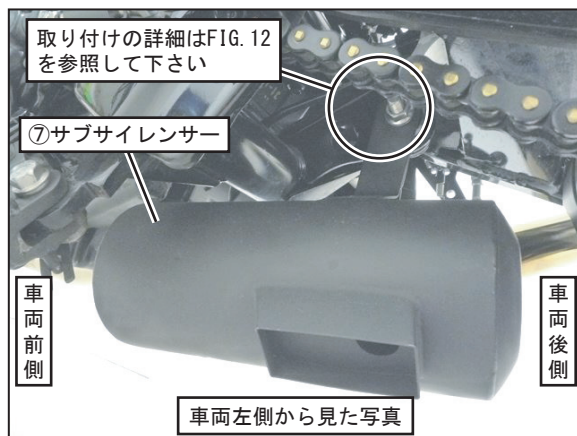

FIG. 11
12. ⑦サブサイレンサーのステーを車両下側の純正マフラーのチャンバーを留めるブラケットに合せ、純正ボルト、⑰フランジナットM10を使用して仮締めして下さい。(FIG. 11, 12参照)